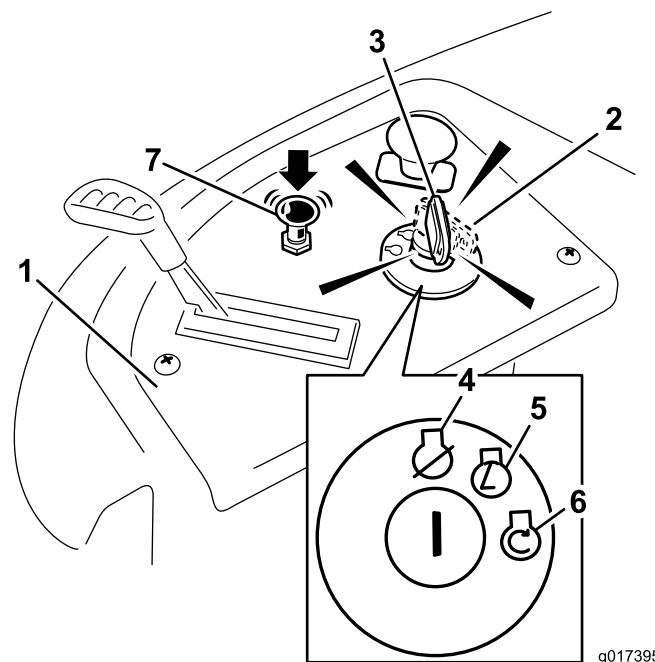

Figura 14
- Rode a chave da ignição para a posição Start para ligar o arrancador. Quando o motor arrancar solte a chave (Figura 14).
- Depois de o motor arrancar, empurre a alavanca do estrangulador do ar (Figura 14). Se o motor perder velocidade ou se engasgar, puxe a alavanca do estrangulador do ar e deixe o motor trabalhar durante alguns segundos. Depois empurre a alavanca do estrangulador do ar. Repita isto conforme necessário.
3. Desligue a chave da ignição (Figura 14) e retire a chave.